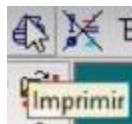

Figura 499. Imprimir.
71. En el menú superior, seleccionar el botón “Imprimir” para activar las opciones de exportación del plano. Figura 499.